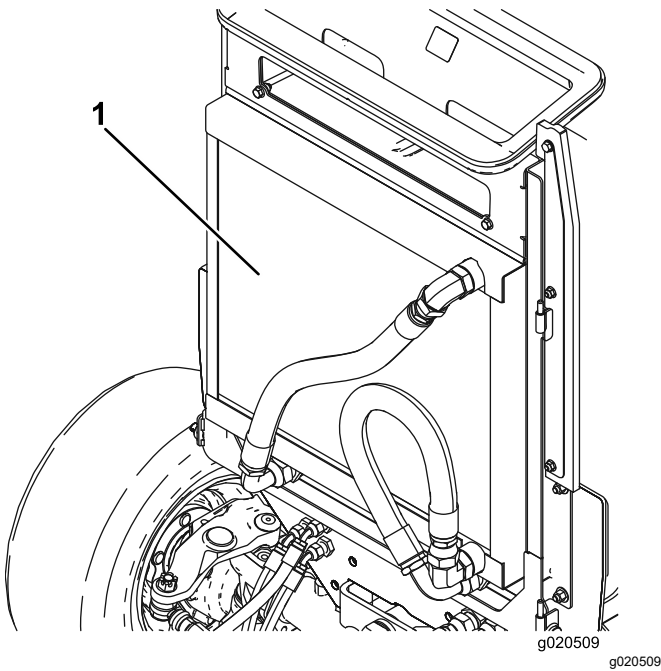

图 75
3. 用压缩空气彻底清洁油冷却器两侧/散热器区域 (图 75)。从前面开始将杂物向背面吹出。然后从背面清洁再向前面吹。重复此程序数次直至所有草屑和杂物都被清除。